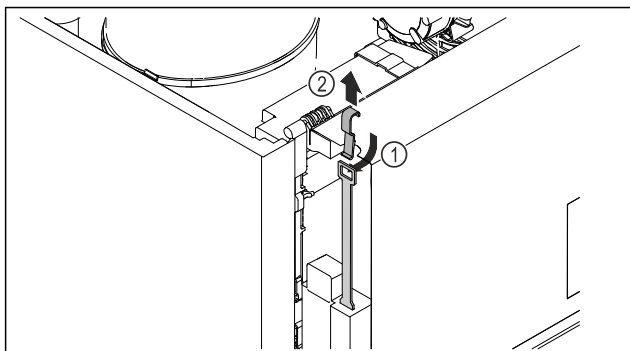

Fig. 248
- Skyv inn nødopplåsingsnøkkelen Fig. 248 (1) ovenfra, hekt den inn på låsen og trekk den oppover Fig. 248 (2).